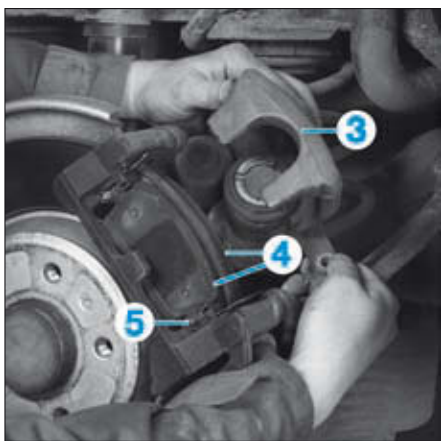

FIG. 10
- l'étrier (3) et l'accrocher en prenant garde de ne pas tordre la canalisation de frein (Fig.10).
- les plaquettes de frein (4),
- les cales (5) de support des plaquettes.